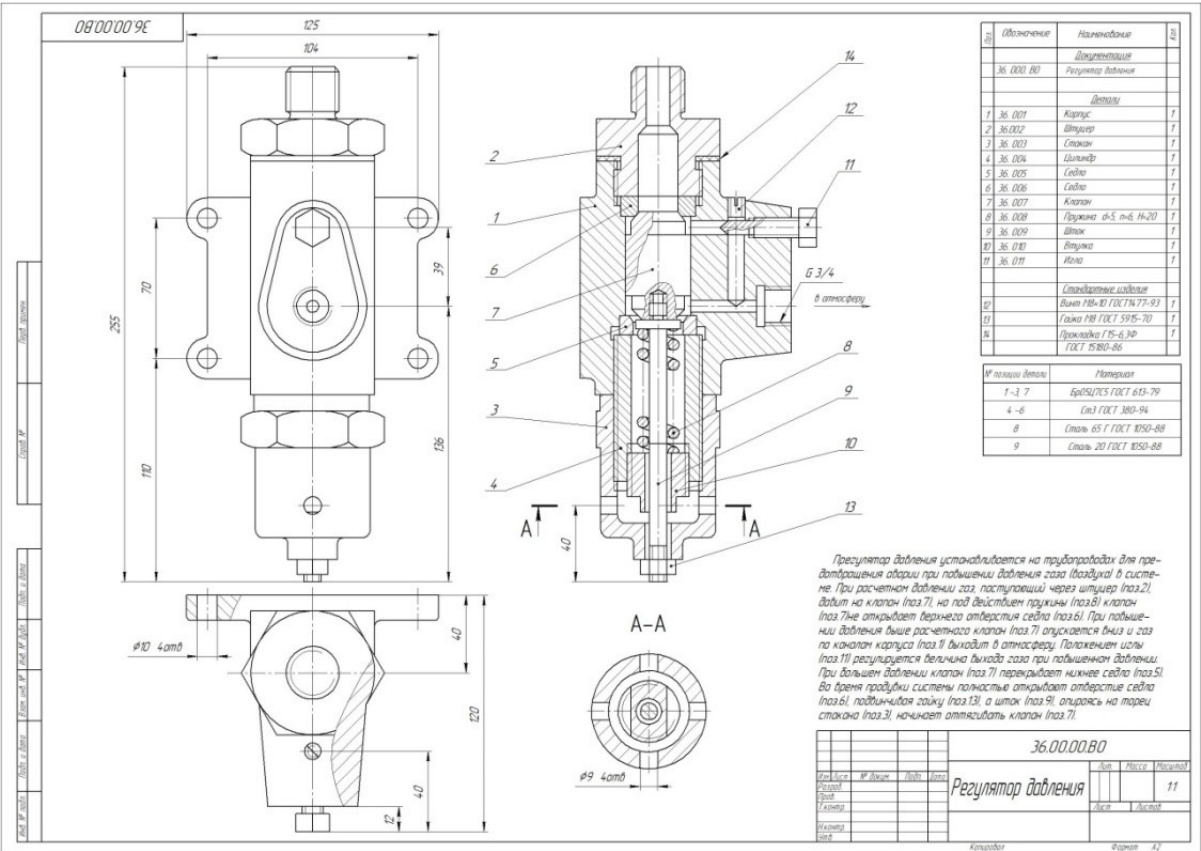
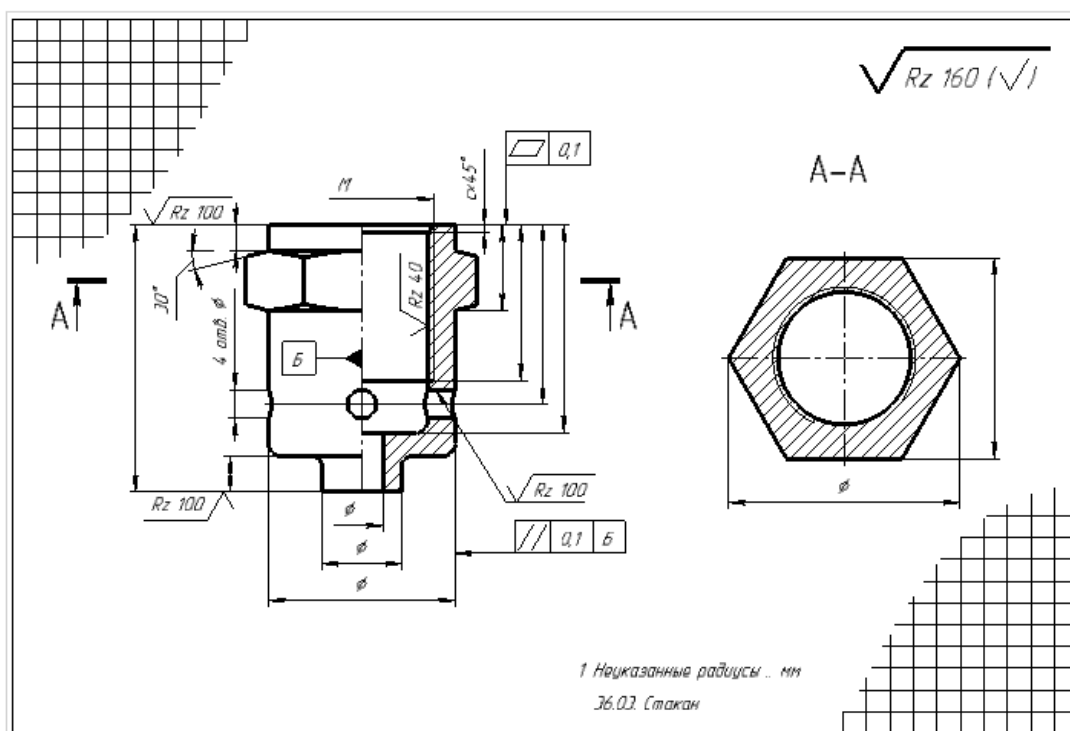

Рис.1 Образец варианта задания контрольной работы
Рис.2. Образец выполненного задания контрольной работы
2.	Выберете правильное обозначение шва сварного соединения Варианты ответов: 1. Рис. 1 3. Рис. 3 2. Рис. 2 4. Рис. 4
По заданному чертежу общего вида (Рис.1) выполнить рабочий чертеж детали позиции, указанной преподавателем (Рис.2)
Задание № 2: по заданному преподавателем чертежу общего вида (Рис.1) выполнить рабочий чертеж указанной нестандартной детали (Рис.2)